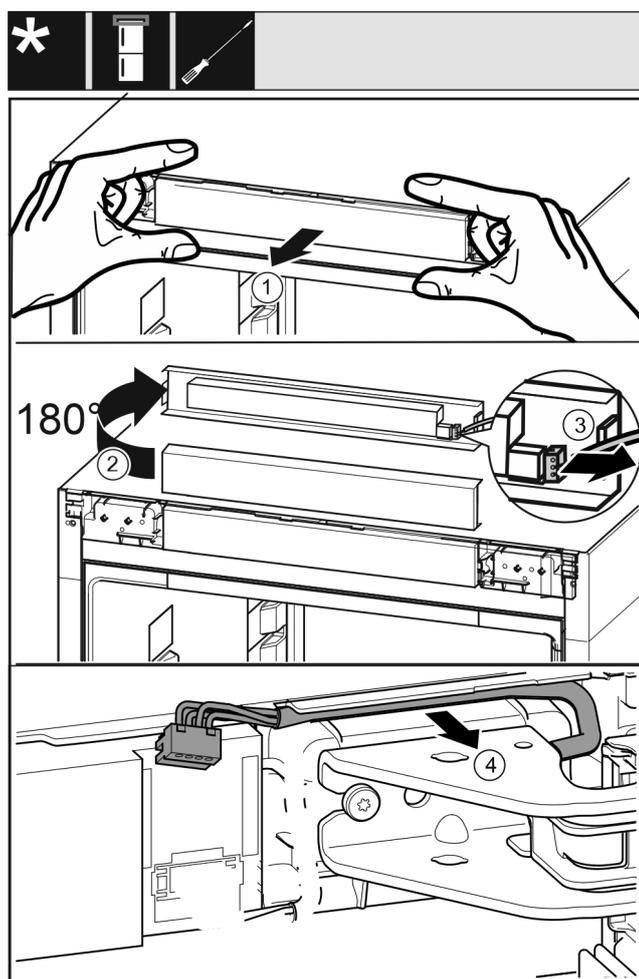

Fig. 10
- ▶ Désolidariser avec soin le panneau de commande de l'appareil vers l'avant. Fig. 10 (1)
- ▶ Faire tourner le panneau de commande de 180° vers le haut. Fig. 10 (2)
- ▶ Pousser l'ergot vers l'arrière et retirer le connecteur avec soin. Fig. 10 (3)
- ▶ Désolidariser avec soin le câble du guide par le biais du support de palier. Fig. 10 (4)